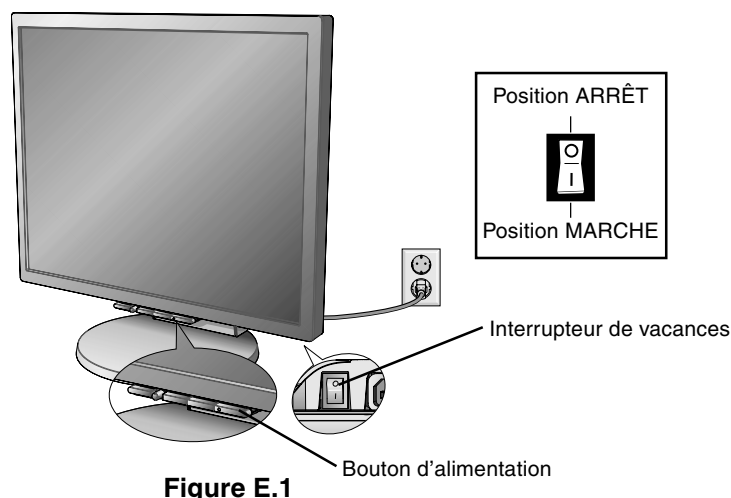

Figure E.1
10. Connectez le cordon d'alimentation à la prise de courant (**Figure E.1**).
11. L'interrupteur de vacances situé à l'arrière du moniteur doit être allumé (**Figure E.1**). Allumez le moniteur avec le bouton d'alimentation situé à l'avant ainsi que l'ordinateur.